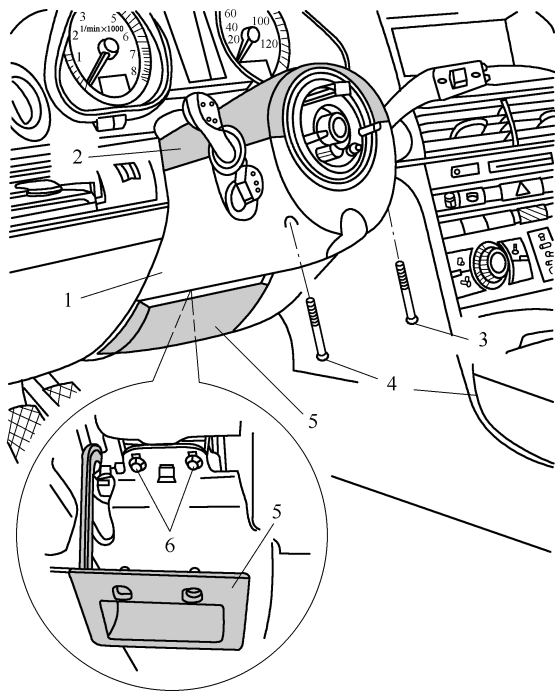

图 6-2-11 拆下转向柱组合开关饰板
(4) 如图 6-2-11 所示, 用螺钉旋具旋出螺栓 3 和 4。在调节机构盖板 5 处打开机械式转向柱调节机构, 旋出星形螺栓 6。将转向柱组合开关上部饰板 2 与下部饰板 1 分开, 并取下这两个部件。